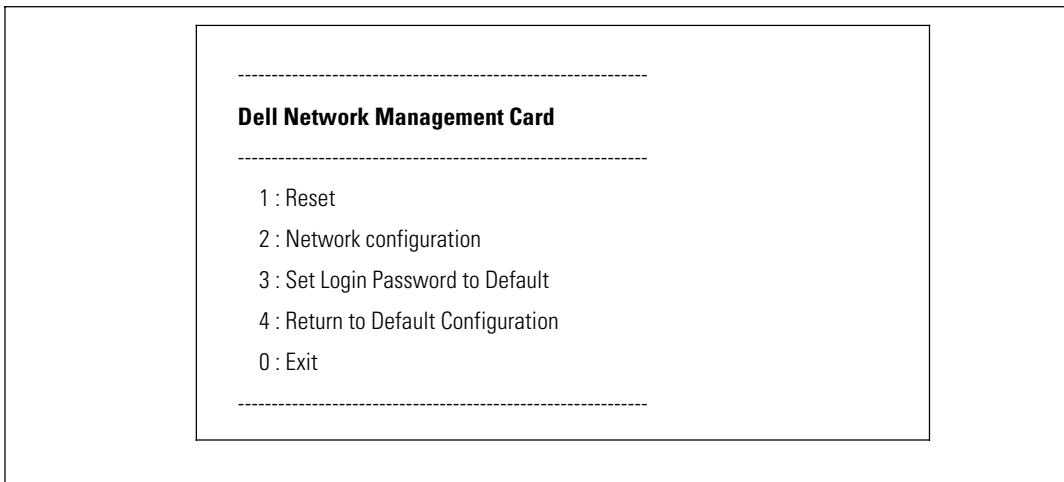

図 38. Dellネットワークマネジメントカードメインメニュー
- 3 管理者パスワードを入力します（変更不可）。Dellネットワークマネジメントカードメインメニューが現れます（図 38を参照）。